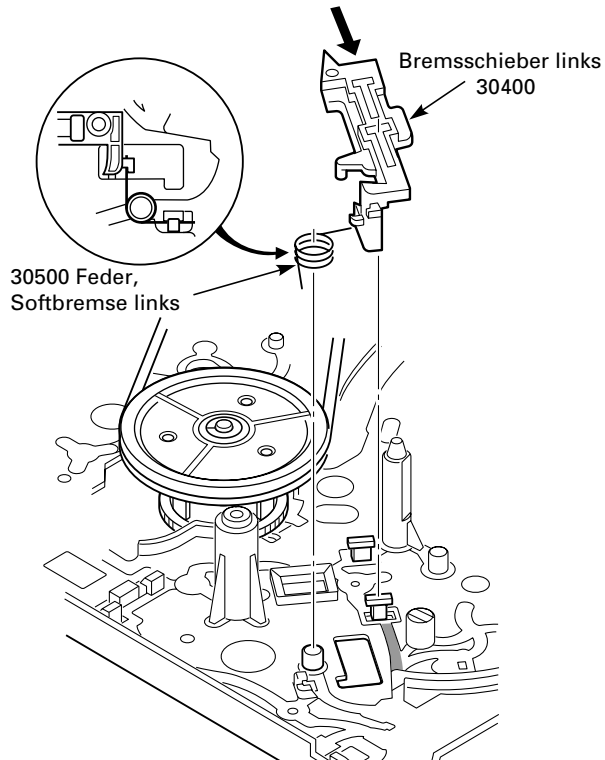

Fig. 8.16
- Feder (Pos. 30500) aushängen, Bremschieber (Pos. 30400) in Pfeilrichtung schieben und herausnehmen (Fig. 8.16).